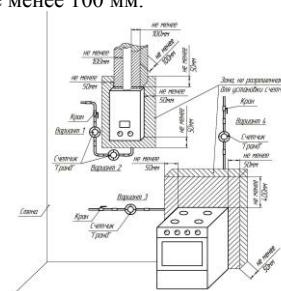

Рисунок 2
5.5.1 Установить счетчик на вертикальном или горизонтальном участке газопровода (рисунок 2). ВНИМАНИЕ! Запрещается устанавливать счетчик над источником тепла или открытого пламени! Направление стрелки на корпусе счетчика должно совпадать с направлением потока газа в газопроводе. Допускается установка счетчика в любом удобном для потребителя положении, не противоречащем правилам установки и монтажа газового оборудования. Наличие прямых участков до и после счетчика не требуется.